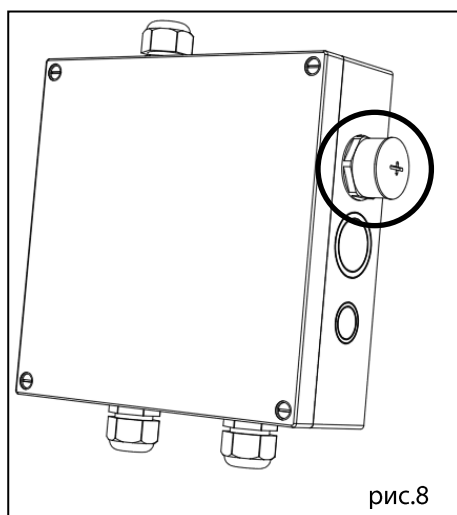

рис.8
- Установите заглушку на место и надежно закрепите её (рис.8).